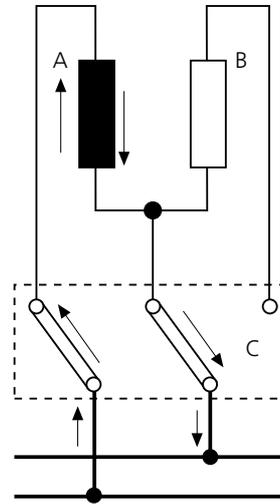

Fig. 11: Posición de consumo medio.
3. Conexión únicamente de A: el consumo es medio (fig. 11).